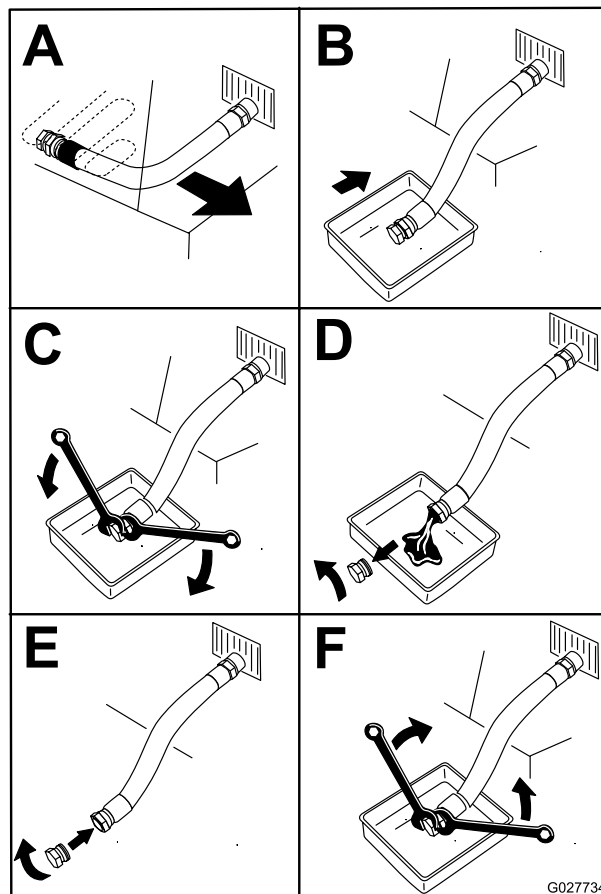

Figura 44
5. Spurgate l'olio dal motore (Figura 44).